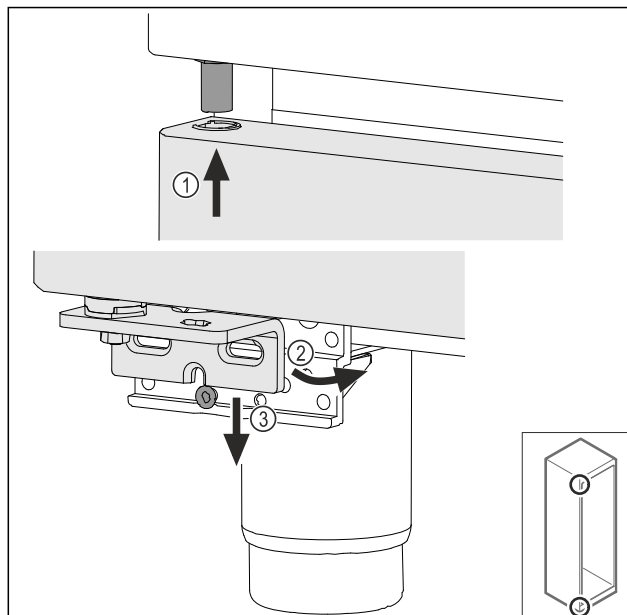

Fig. 47
- Indfør døren let på skrå foroven Fig. 47 (1), indjuster døren lige Fig. 47 (2), og påsæt den forneden på lejebuksskruen Fig. 47 (3).